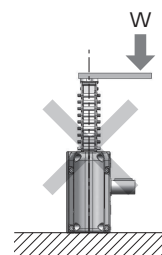

图2
7. 确保作用在本体上的负载与ZIP CHAIN的行进方向处于同一轴线上。若作用方向或位置不恰当，可能会在ZIP CHAIN上作用弯曲负载或侧向负载，造成损坏。（图2）